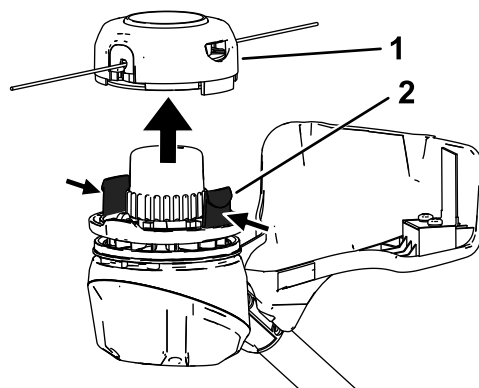

**Figura 16**
2. Presione simultáneamente las pestañas de ambos lados del cabezal de la desbrozadora y retire la tapa y el carrete (Figura 16).